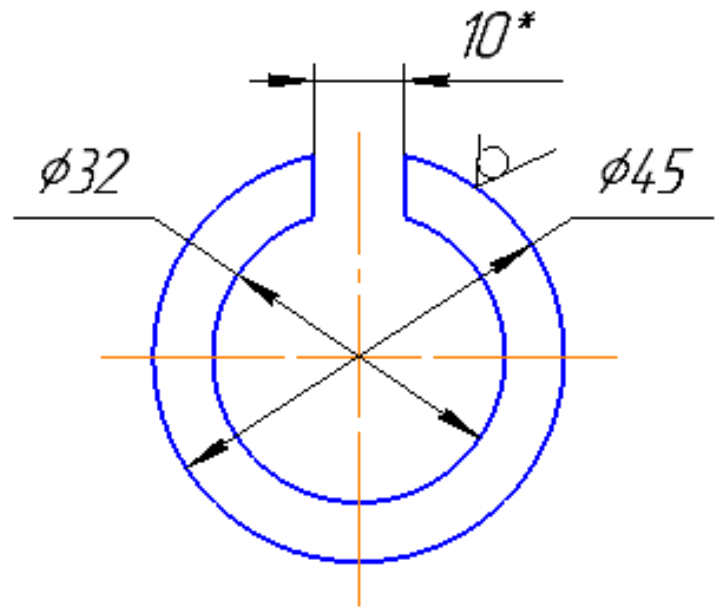
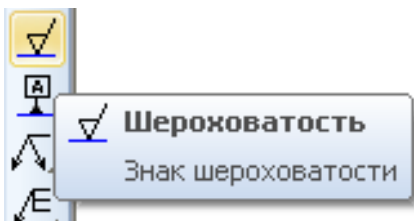

Рис. 2.5.5
Рис. 2.5.4
7. Позначення **вказаної шорсткості** здійснити безпосередньо на проекції деталі через кнопку перемикання **Обозначение**, вибрати команду **Шероховатость** (рис. 2.5.4), вибрати значок лиття , та клацнути у необхідному місці поверхні деталі (рис. 2.5.5).